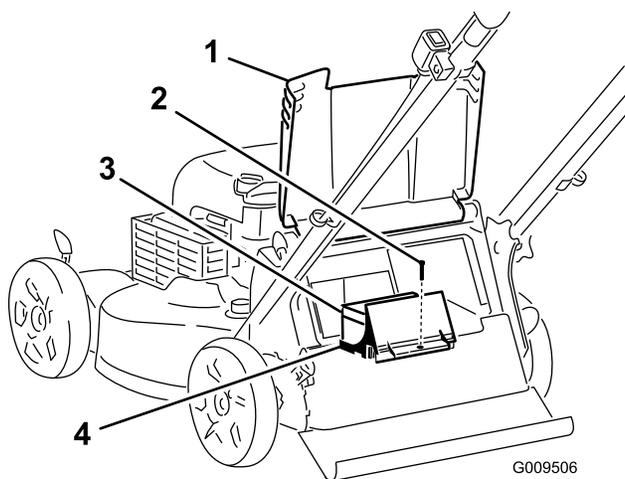

Рисунок 26
1. Поднимите задний отражатель и найдите аккумуляторный отсек (Рисунок 26).